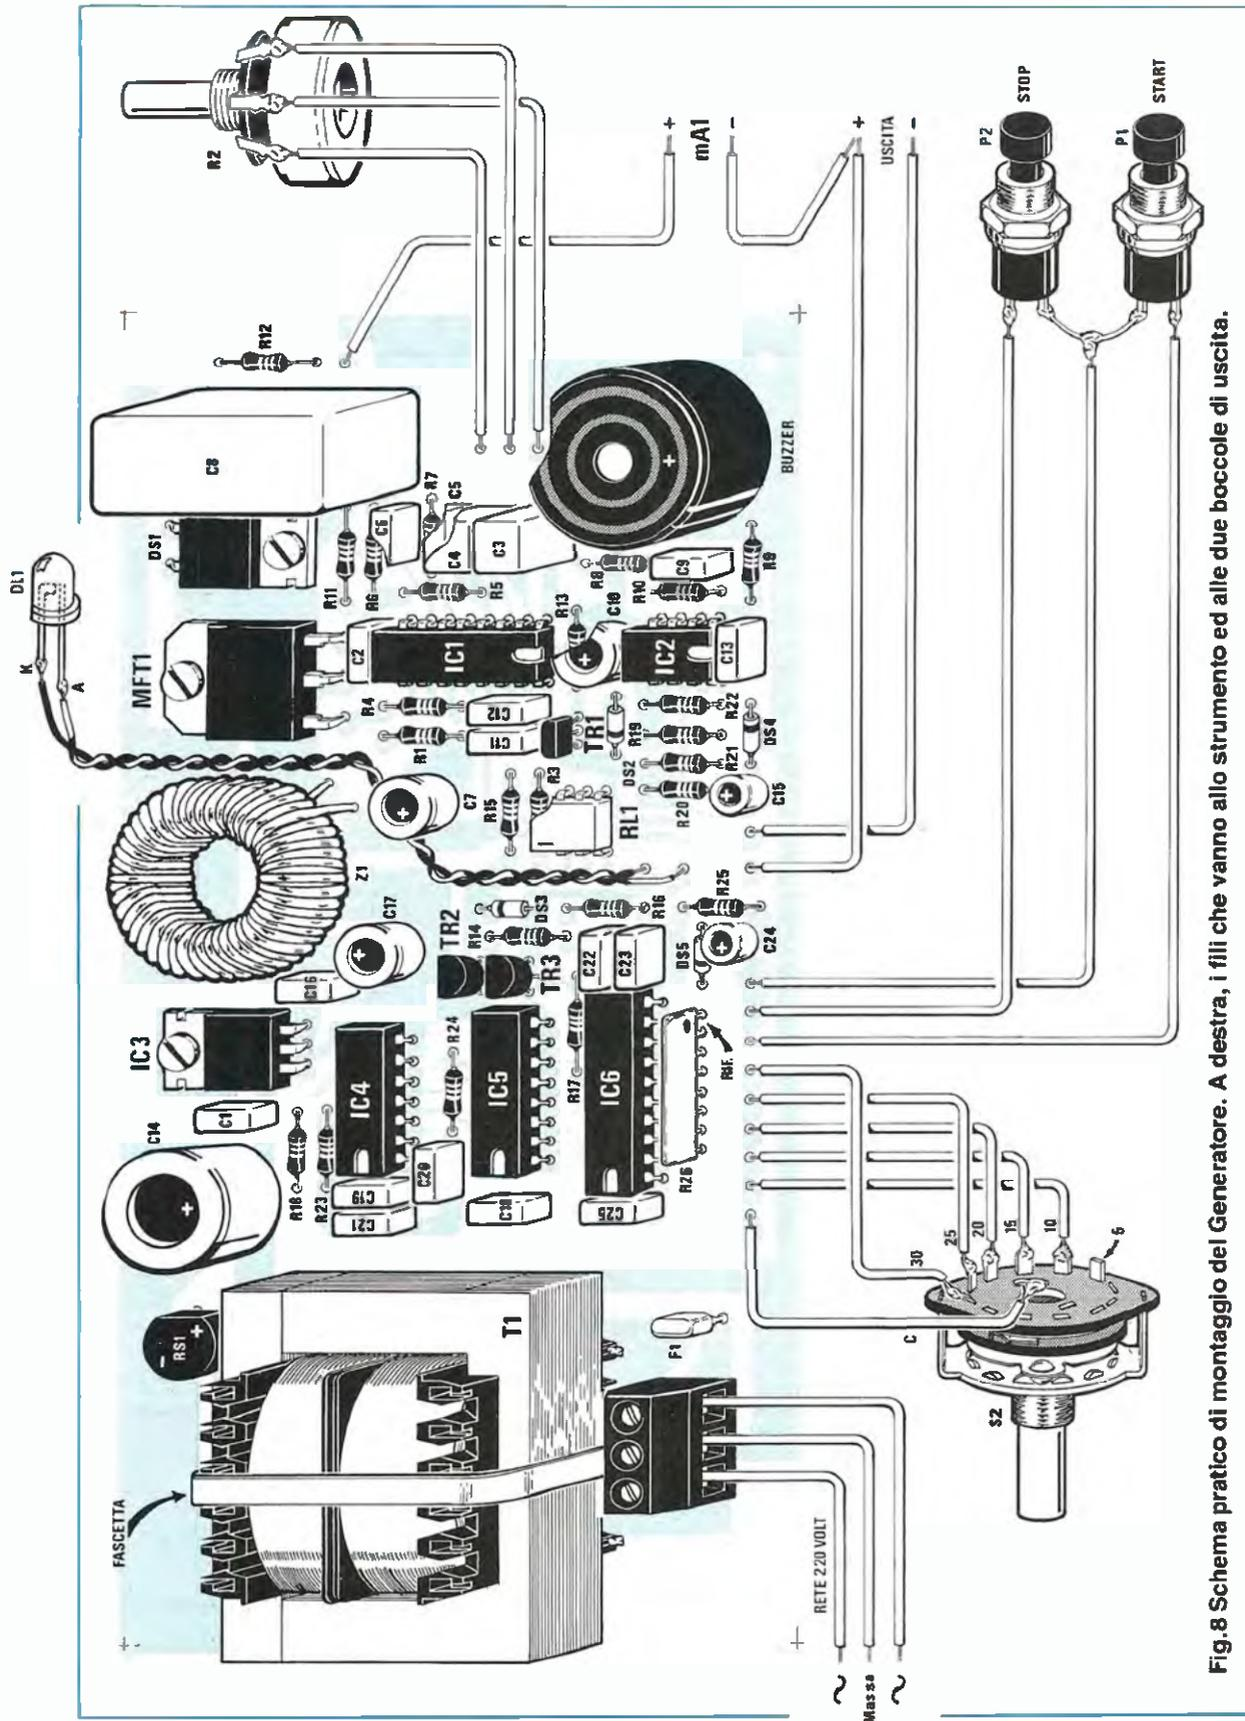

Fig.8 Schema pratico di montaggio del Generatore. A destra, i fili che vanno allo strumento ed alle due boccole di uscita.
**Fig.10** Lo stampato andrà fissato all'interno del mobile con quattro distanziatori plastici con base autoadesiva. Per i collegamenti elettrici con il commutatore rotativo, le boccole d'uscita, lo strumento i pulsanti e il potenziometro vedere la fig.8.
Sul circuito stampato LX.970, un doppia faccia completo di fori metallizzati, dovete montare tutti i componenti come illustrato in fig.8.